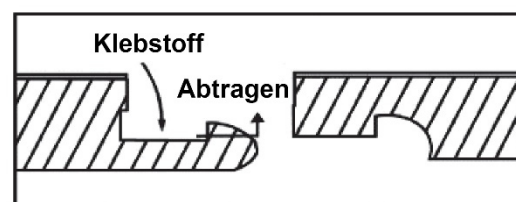

Abbildung 6
2. Mit einem kleinen Hobel oder Cuttermesser die Kante/Lippe der Nut vorsichtig abnehmen (Abbildung 6).